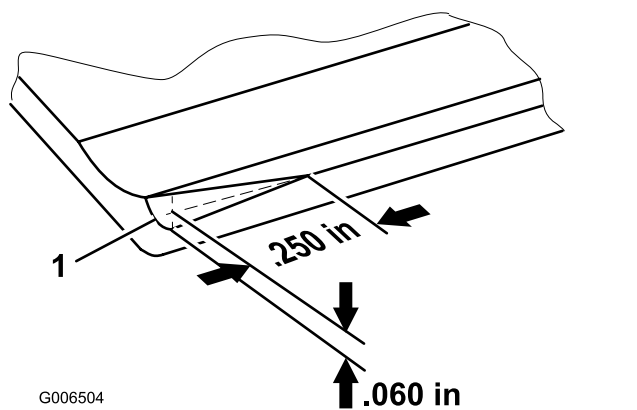

图22
**注意** 一段时间后槽图22需要研磨因为它的设计寿命仅为底刀寿命的 40%。